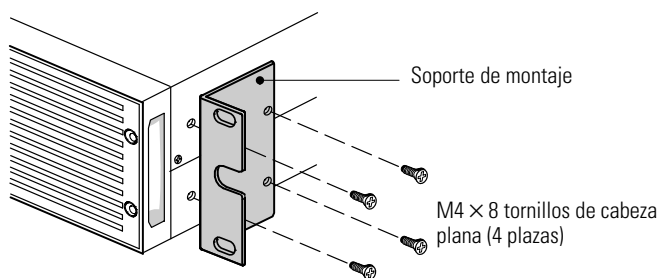

**Figura 5. Asegurar las guías**
2. Seleccione los orificios adecuados en el bastidor para colocar el SAI en el bastidor (consulte Figura 5). Las guías ocupan cuatro posiciones en las partes frontal y trasera del bastidor.